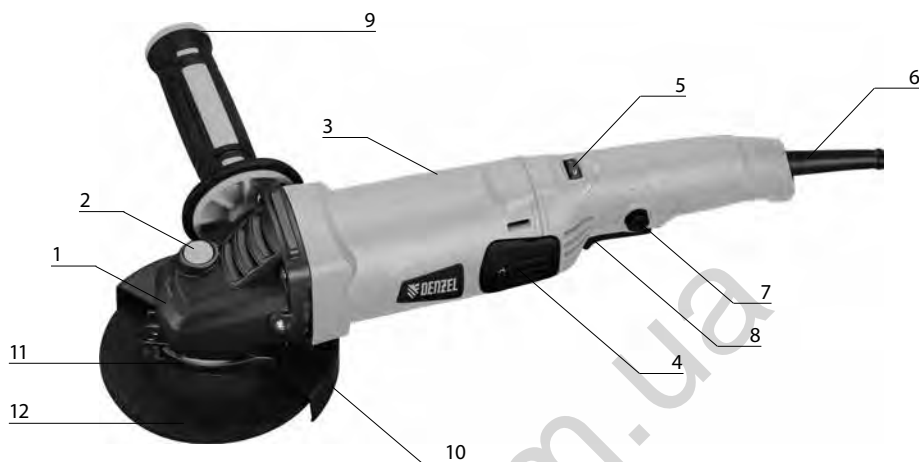

Рис. 1
- отвести в сторону рычаг 11 (рис. 1) фиксации кожуха, ослабив крепежный хомут;
Вкрутите рукоятку 9 (рис. 1) в резьбовое отверстие корпуса редуктора в удобное для работы положение.
При установке/снятии оснастки блокировка шпинделя осуществляется клавишей 2 (рис. 1), расположенной на корпусе редуктора. Блокировка шпинделя также может осуществляться с помощью гаечного ключа S17. Крепление оснастки на шпинделе осуществляется с помощью фланца и гайки, затягиваемой специальным ключом, поставляемым в комплекте. Оснастка с резьбовым посадочным отверстием M14 крепится непосредственно на резьбовом конце шпинделя.
Во избежание поломки машины и получения травм запрещается нажимать на кнопку блокировки шпинделя 2 (рис. 1) во время работы шлифовальной машины, а также до полной остановки шпинделя после выключения двигателя.
В зависимости от вида используемой оснастки, вида обрабатываемого материала и характера обработки можно выбрать оптимальную частоту вращения шпинделя машины. Выбор осуществляется с помощью регулятора 5 (рис. 1). Числа на кольце регулятора соответствуют положениям кольца и не указывают на конкретную частоту вращения, выраженную в оборотах в минуту. Большому числу соответствует большая частота вращения шпинделя и оснастки.
Для включения машины необходимо нажать клавишу выключателя 8 (рис. 1) при нажатой кнопке 7 (рис. 1). Для отключения машины отпустите клавишу 8.